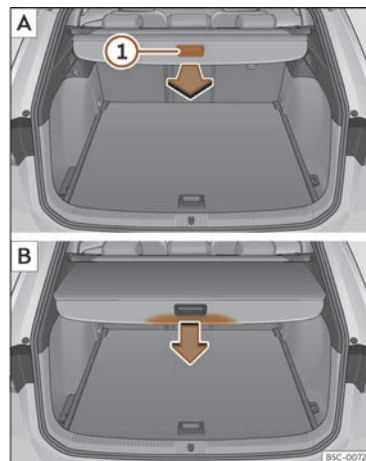

Fig. 183 Dans le coffre à bagages : déroutement et enroulement de la plage arrière.
- Tirez uniformément sur la plage arrière par la poignée >>> **fig. 183** (1) vers l'arrière puis retirez-la jusqu'en butée jusqu'à ce qu'elle s'encastre de manière audible.
- Appuyez sur la poignée de la plage arrière dans le sens de la flèche jusqu'à la déblocquer >>> **fig. 183** (B).